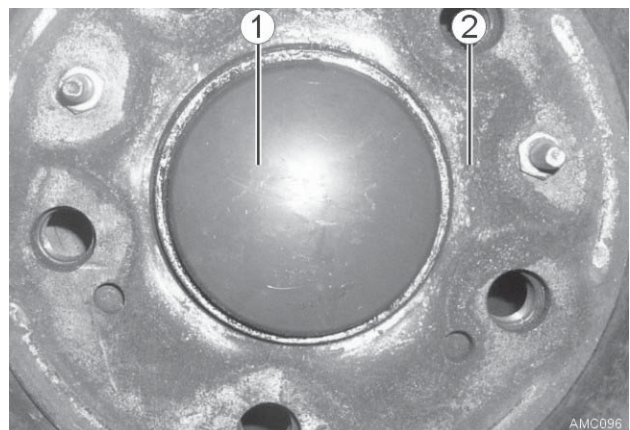

Bild 27
5. Fettkappe (Bild 27 - 1) abbauen.
6. *Bremstrommel (Bild 27 - 2) gem. Montageanweisung des Basisfahrzeugherstellers abbauen.*